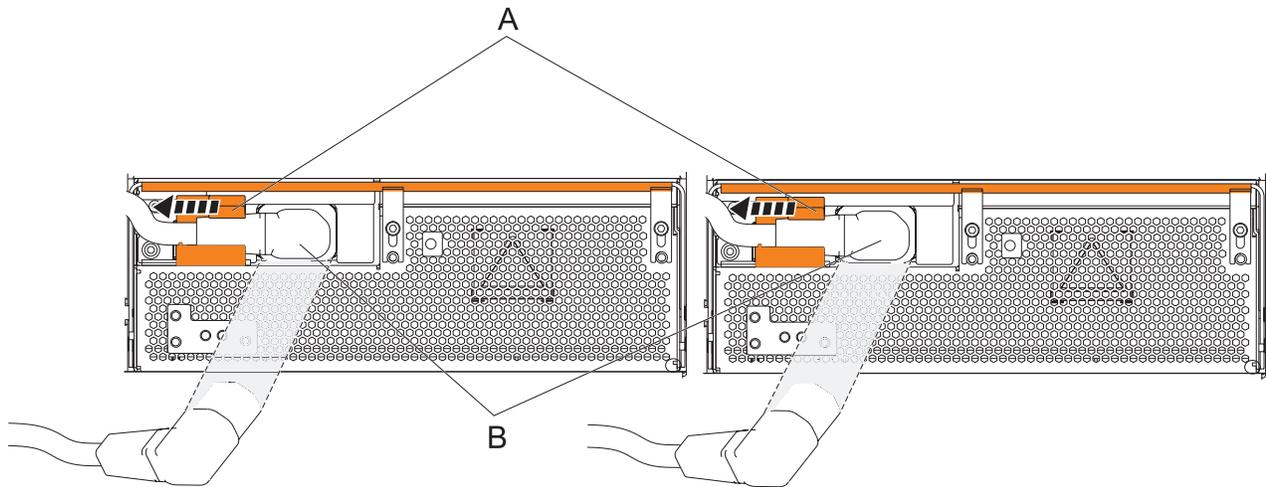

Figure 77. Débranchement des cordons d'alimentation des ensembles de conversion hors ligne
- a. Faites glisser vers la gauche les supports de cordon d'alimentation (**A**) situés A l'avant des deux ensembles de conversion hors ligne. Pour plus d'informations, voir figure 77, à la page 84.